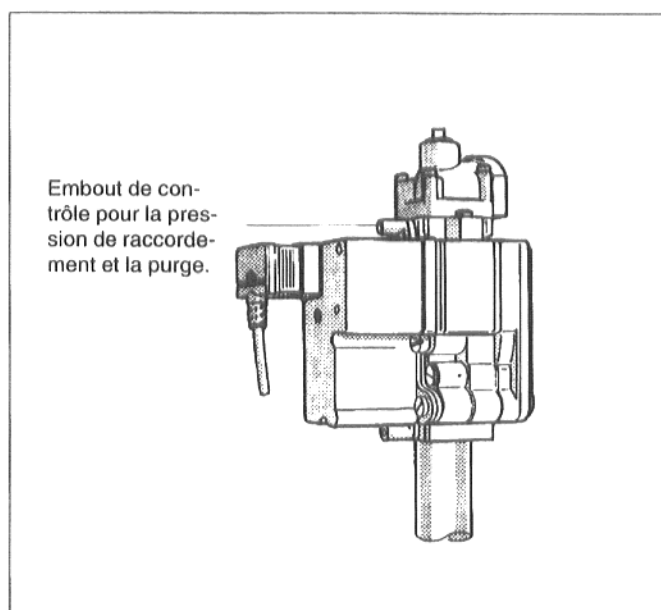

Fig. 24: Bloc de sécurité gaz " BM " 762-012
- Purger la conduite d'arrivée de gaz : au bloc de sécurité gaz, dévisser de deux tours la vis de blocage de l'embout de contrôle de la pression de raccordement et de purge (fig. 24 ou 25). Lorsqu'il n'y a plus d'air, refermer la vis de blocage de l'embout de contrôle.